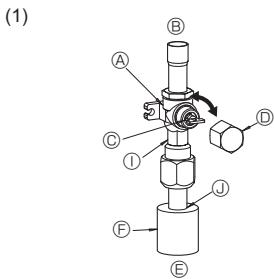
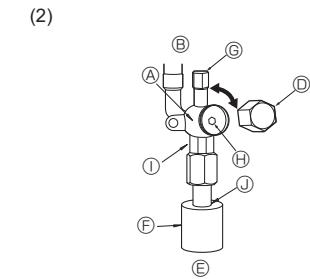

Fig. 4-6
Fig. 4-7
- (1) Gaszijde van de ZRP100-140 (Fig. 4-6)
- ① Verwijder de dop, trek het handvat naar u toe en draai dit een kwartslag tegen de klok in om de kraan te openen.
- ② Let erop dat de afsluitkraan geheel open is, druk de hendel in en draai de kap terug naar de oorspronkelijke stand.
- (2) Vloeistofzijde van de ZRP100-140 en gas-/vloeistofzijde van de ZRP35-71 (Fig. 4-7)
- ① Verwijder de kap en draai de kraanstang zo ver mogelijk tegen de klok in met behulp van een 4mm-inbusleutel. Stop met draaien wanneer de nok wordt bereikt.